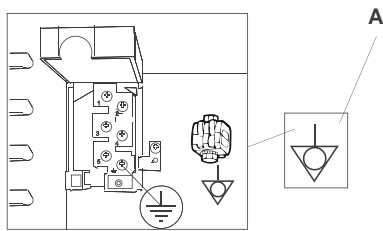

fig. 5
- El cable amarillo/verde de alimentación, debe ser fijado al borne marcado con el símbolo de tierra  $\perp$  (ver fig. 5).
- El horno debe ser incluido a un sistema equipotencial cuyo enlace deberá ser ejecutado con un conductor de sección mínima de 10 mm2 unido al borne (A - Fig. 5) con el símbolo situado en el fondo del horno.